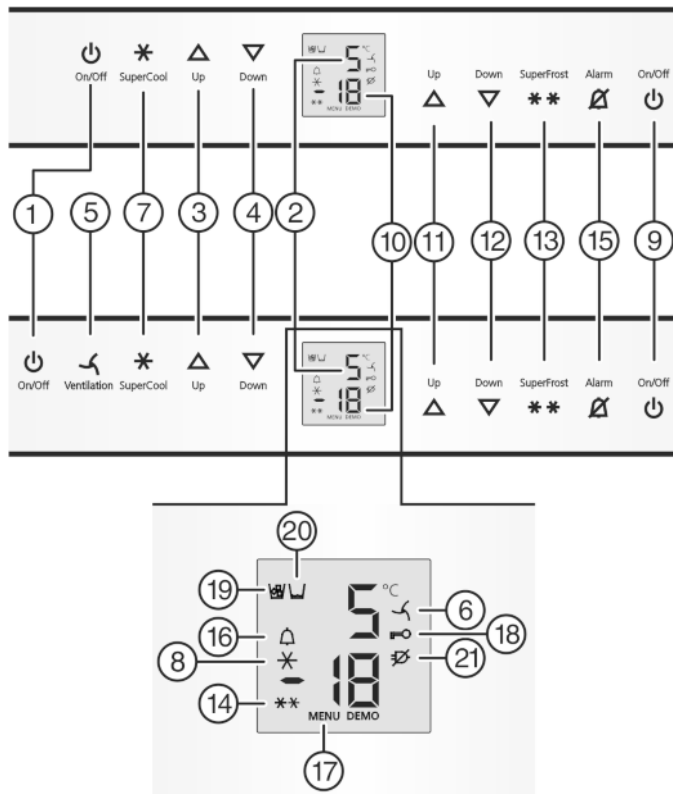

Fig. 2
- Натисніть клавішу On/Off морозильника Fig. 2 (9).
- Натисніть клавішу On/Off охолоджувального відділення Fig. 2 (1).
- ▷ Охолоджувальне відділення увімкнено: Індикатор температури охолоджувального відділення Fig. 2 (2) світиться. При відкриванні дверцят холодильного відділення вмикається внутрішнє освітлення.
- Вмикання режиму настройки: натисніть клавішу SuperFrost Fig. 2 (13) і утримуйте близько 5 секунд.
- ▷ Світиться символ "Меню" Fig. 2 (17).
- Для вимкнення функції захисту натисніть і швидко відпустіть клавішу SuperFrost Fig. 2 (13).
- ▶ Для увімкнення функції захисту натисніть і швидко відпустіть клавішу SuperFrost Fig. 2 (13).
- ▷ Світиться символ "Функція захисту" Fig. 2 (18). На індикаторі блимає **с**.
- ▶ Для вимкнення функції захисту натисніть і швидко відпустіть клавішу SuperFrost Fig. 2 (13).
- ▷ Гасне символ функції захисту Fig. 2 (18). На індикаторі блимає **с**.
- ▶ Вихід з режиму настройки: Натисніть клавішу On/Off морозильника Fig. 2 (9).
- ▶ натисніть сигнальну клавішу Alarm Fig. 2 (15).
Одночасно блимає індикатор температури та символ звукового сигналу Fig. 2 (16).
Звукове попередження вимикається автоматично, символ звукового попередження Fig. 2 (16) вимикається, індикатор температури перестає блимати, коли температура достатньо низька.